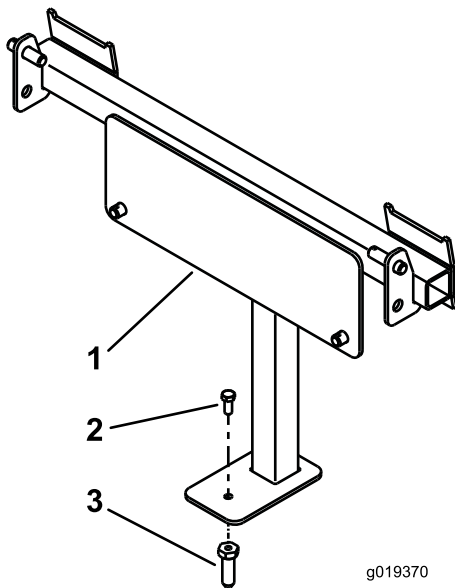

Bild 4
3. Befestigen Sie den Anbauvorrichtungsstift mit einer Schraube (5/16" x 3/4") im Loch im Heckfangsystemrahmen (Bild 4).